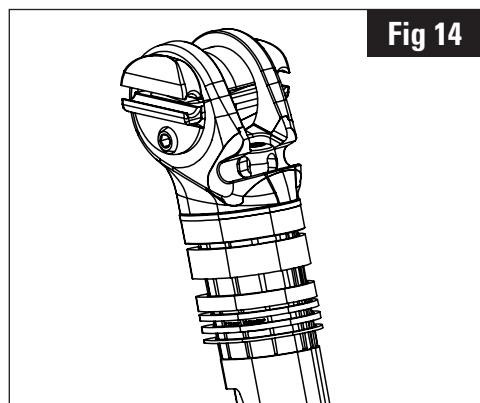

Fig 14
2. Schuif de ringen over de zadelpen zoals getoond op afb. 14.